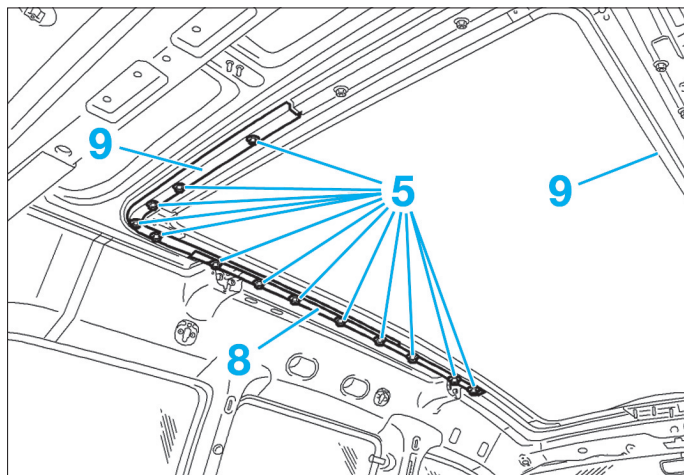

FIG. 55
- les écrous (5) (Fig.55),
- le support (8),
- le contre-cadre arrière (9).